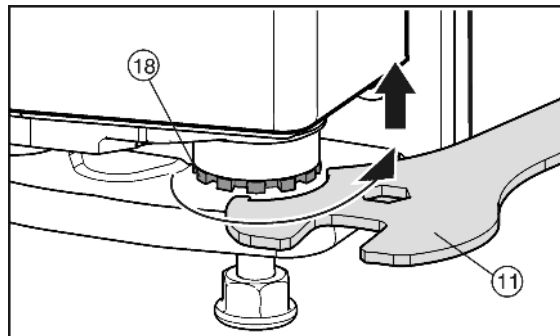

Fig. 13
- ▶ Zum Anheben der Tür den Lagerbolzen Fig. 13 (18) mit dem beiliegenden Gabelschlüssel Fig. 13 (11) rechtsherum herausdrehen. Im Auslieferungszustand ist der Lagerbolzen ganz eingedreht.